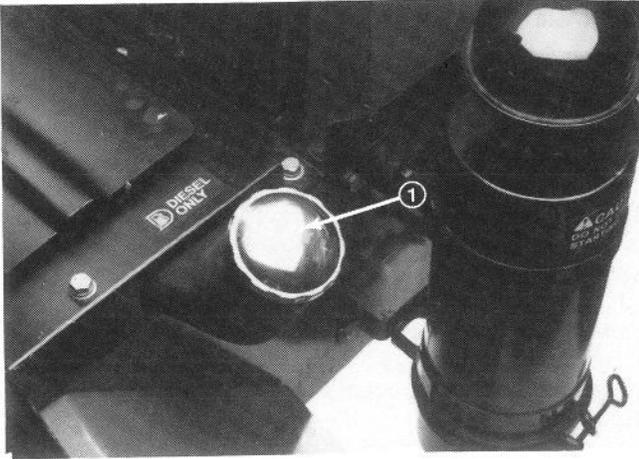

Figure 8
2. Enlever le bouchon du réservoir à carburant (Figure 8) et remplir celui-ci de diesel No. 2 jusqu'à 25 mm du haut du réservoir, *pas du tube de remplissage*. **NE PAS TROP REMPLIR.**